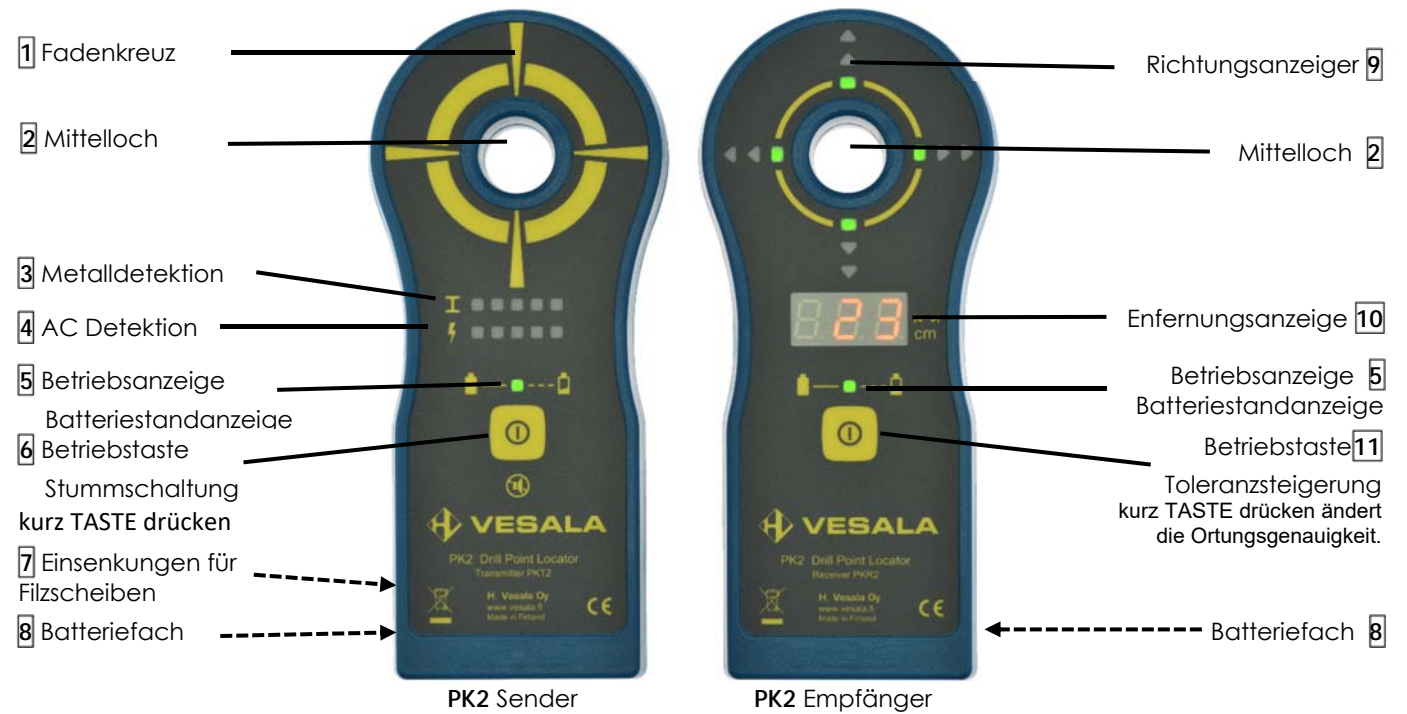

Figure 1. Bedienungselemente und Funktionen
Die Batterien befinden sich auf der Rückseite des Gerätes unter dem Batteriefachdeckel (Abb.1, ). Öffnen Sie das Batteriefach, indem Sie den Deckel vorsichtig nach unten drücken und nach hinten schieben. Setzen Sie drei LR03 (AAA) Alkalibatterien ein (Polarität beachten) und schließen Sie das Batteriefach. Der Batteriestand wird durch die LED Betriebsanzeige angezeigt (Abb.1, ). Kontinuierliches Leuchten zeigt genügenden Batteriestand an. Eine blinkende LED zeigt an, daß die Batterien ausgetauscht werden sollen. Das Gerät schaltet sich nicht ein, wenn die Batterien für einen zuverlässigen Betrieb zu schwach sind.
Um das Gerät einzuschalten, drücken Sie die Betriebstaste (Abb.1, , ) (>0.5 s) bis Sie ein akustisches Signal hören und sich die Betriebsanzeige (Abb. 1, ) einschaltet. Um das Gerät auszuschalten, drücken Sie die Betriebstaste (>0.5 s).
Fixieren Sie den Sender an der Oberfläche immer so, daß die Benutzeroberfläche zu Ihnen zeigt. Falls Sie nach Metall und Wechsellspannung scannen, tun Sie dieses auf beiden Seiten der Struktur **bevor** Sie den Sender fixieren. Siehe Abschnitt 2.3.2 dieser Bedienungsanleitung. Setzen Sie das Mittelloch des Senders (Abb. 1, ) mit Hilfe des Fadenkreuzes (Abb. 1, ) auf den zu übertragenden Referenzpunkt, die Stelle an der Sie bohren wollen. Geben Sie Acht, daß der Sender parallel zur Oberfläche ist. Entfernen Sie den Sender immer vor dem Bohren, um Beschädigung oder Herunterfallen des Senders zu vermeiden.
Der PKT2 Sender hat einen automatischen Detektor für Metall und Wechselstrom (AC). LED-Balken zeigen Metall (Abb. 1, ) und Wechselfeldfelder (Abb. 1, ) von ausreichender Stärke an. Legen Sie den Sender auf die Oberfläche der Struktur und bewegen Sie ihn langsam um den vorgesehenen Bohrpunkt. Tun Sie dies auf beiden Seiten der Struktur. Leuchten die Metalldetektor- oder AC-Detektor-LEDs, kann Metall oder Wechselstrom in der Nähe sein. Je mehr LEDs leuchten und je höher die Tonhöhe des akustischen Signals, desto näher oder größer das Objekt.
Zur Stummschaltung des Summtones kurz TASTE drücken: Falls das akustische Signal nicht benötigt wird, schaltet ein kurzes drücken der Betriebstaste es aus (Abb. 1, ). Im Fall einer Metall- oder AC Detektion, erwägen Sie eine alternative, sichere Bohrstelle.
Bedienen Sie den Empfänger immer so, daß die Benutzeroberfläche zu Ihnen zeigt. Rote LED-Richtungspfeile (Abb.1, ) geben die Richtung zum Sender an. Zwei Pfeile die eine Richtung zeigen, deuten auf eine lange Distanz hin, ein Pfeil steht für unmittelbare Nähe. Die Tonhöhe des akustischen Signals erhöht sich, wenn Sie den Empfänger auf die richtige Stelle hinbewegen. Grüne quadratische LEDs zeigen an, daß der Empfänger mit dem Sender ausgerichtet ist. Wenn nur vier quadratische grüne LEDs auf dem Empfänger leuchten, sind Sender und Empfänger ausgerichtet. Die Stelle kann nun durch das Mittelloch des Empfängers markiert werden. Der Abstand zwischen Sender und Empfänger wird auf dem Display in Zentimeter angezeigt. Die im PK2-Kit enthalten Filzscheiben können an der Unterseite des Empfängers an den gekennzeichneten Stellen angebracht werden, um Kratzer an der Wand zu vermeiden und eine geschmeidige Bewegung zu gewährleisten. Entfernen Sie den Empfänger immer vor dem Bohren um Beschädigung oder Herunterfallen des Empfängers zu vermeiden.
Störungen durch Metall können dazu führen, daß die Bohrstelle nicht zu finden ist. In diesen seltenen Fällen schalten sich die grünen LEDs an keiner Stelle alle gleichzeitig ein. **Sie können die Toleranz des Empfängers durch ein kurzes Drücken der Betriebstaste erhöhen (Abb. 1, 6).** Die Auswahl wird durch ein längeres akustisches Signal bestätigt. Wenn Sie die Betriebstaste erneut drücken oder den Sender ausschalten, kehrt das Gerät in den normalen Betriebsmodus zurück.